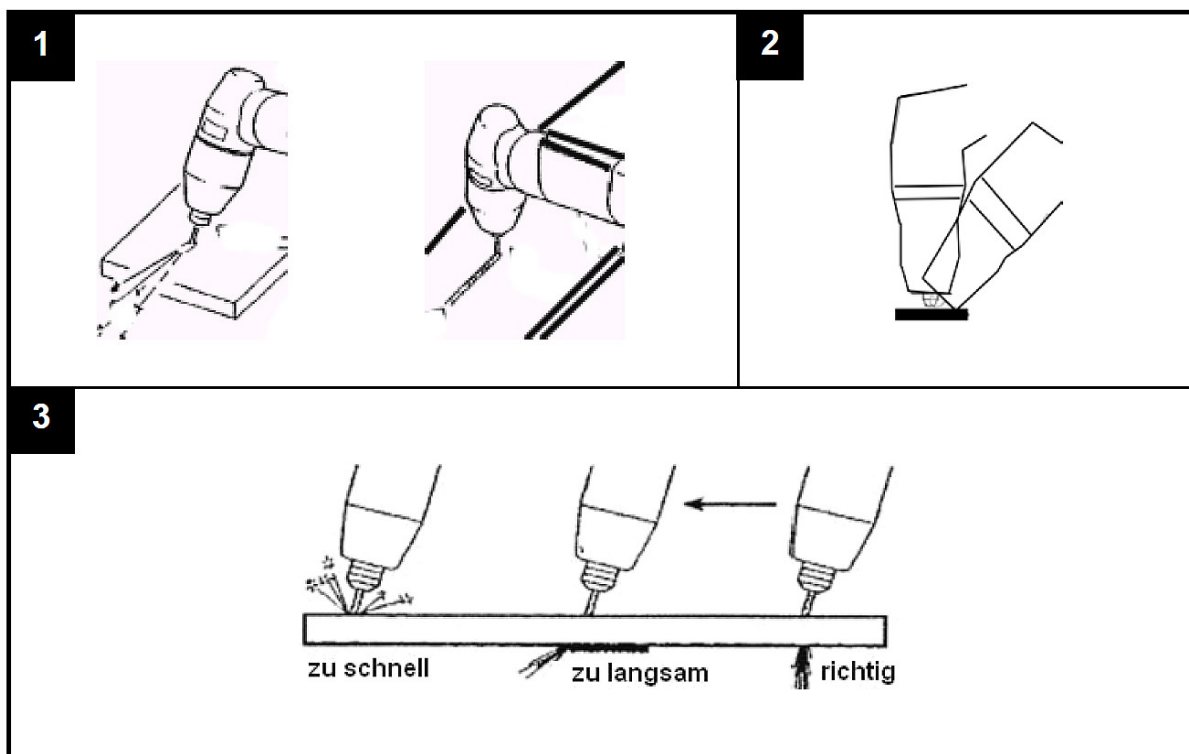

Abb. 14: Arbeiten mit der Plasmaschneidanlage
Schritt 3: Halten Sie während des Schnitts eine mittlere, gleichförmige Geschwindigkeit ein. Verwenden Sie einen Vorlaufwinkel von 5° - 15° in Schnittrichtung. Die Abbildung 14 Punkt 3 gibt die Resultate einer falschen Schnittgeschwindigkeit wieder.